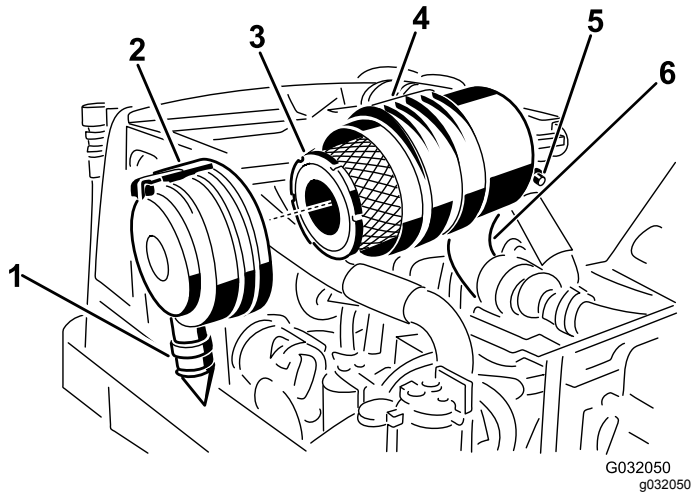

图 44
2. 拆下主滤芯图 44。
3. 更换主滤清器图 44。
7. 安装盖子时将橡胶排气阀位置朝下——即从末端看介于5点钟至7点钟位置之间并用门锁固定图 44。